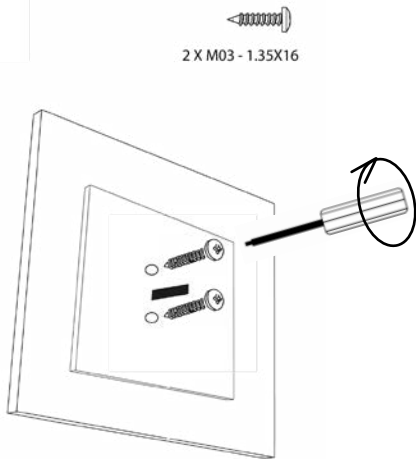

Abb. 3 Eindrehen der Schrauben
4. Befestigen Sie anschließend das Bedienteil mit den beiden beiliegenden Schrauben an der Kabinenwand (siehe Abb. 3)